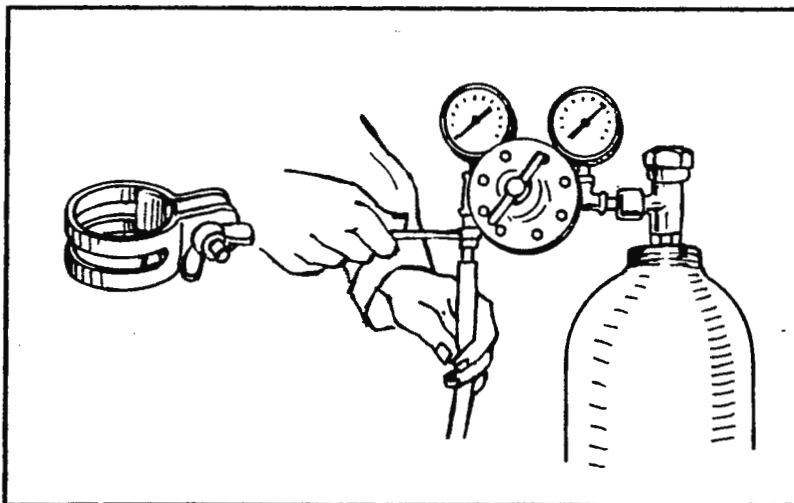

Fig. 20 Acople de las Mangueras
- 6) Acople la manguera de oxígeno al regulador de oxígeno y la manguera de acetileno al regulador de acetileno. Antes compruebe que las roscas no estén dañadas. (Fig. 20)